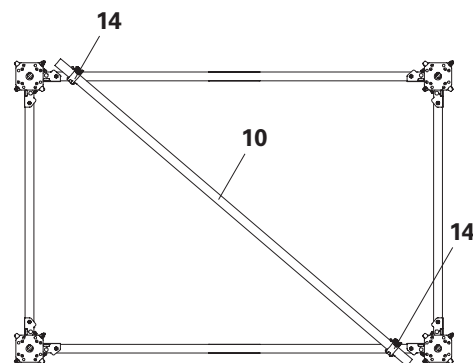

Fig. A3.05
- In caso di impalcature a torre di altezza >7,0 m, per assicurare una sezione di forma stabile, collegare un tubo di impalcatura 48,3x3,2 mm **(10)** ai telai MP MRK **(2)** come diagonale orizzontale a metà altezza della torre con giunti orientabili SW Ø48/48 mm **(14)**. (Fig. A3.05)
1. Rinforzare la torre al centro con diagonale orizzontale, vedere Fig. A3.05.